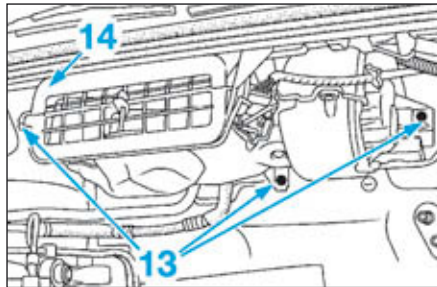

FIG.21
- Déposer (Fig.21) :
- les écrous (13) du boîtier du groupe motoventilateur habitacle,
- la vis (14) du boîtier du groupe motoventilateur habitacle,